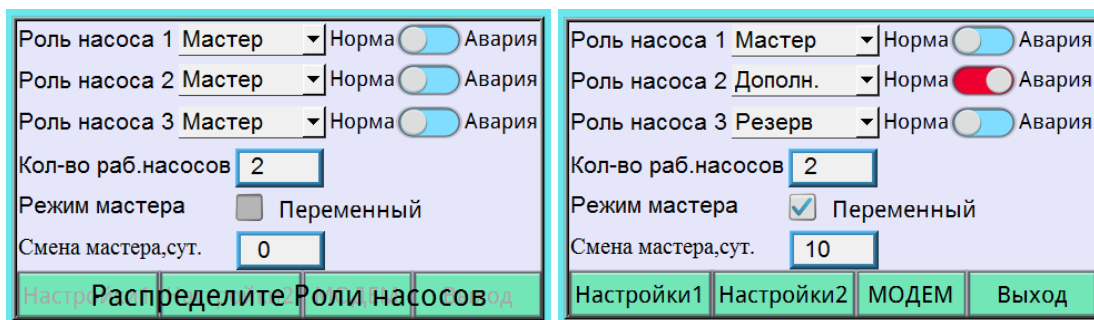

Рисунок 4 Окно «Настройка»
2.2.4. В окне «Настройка» (Рисунок 4) содержатся настройки кнопки настройки ролей и состояния насосов, параметры работы ведущего насоса, а также кнопки для перехода к другим настройкам шкафа управления.